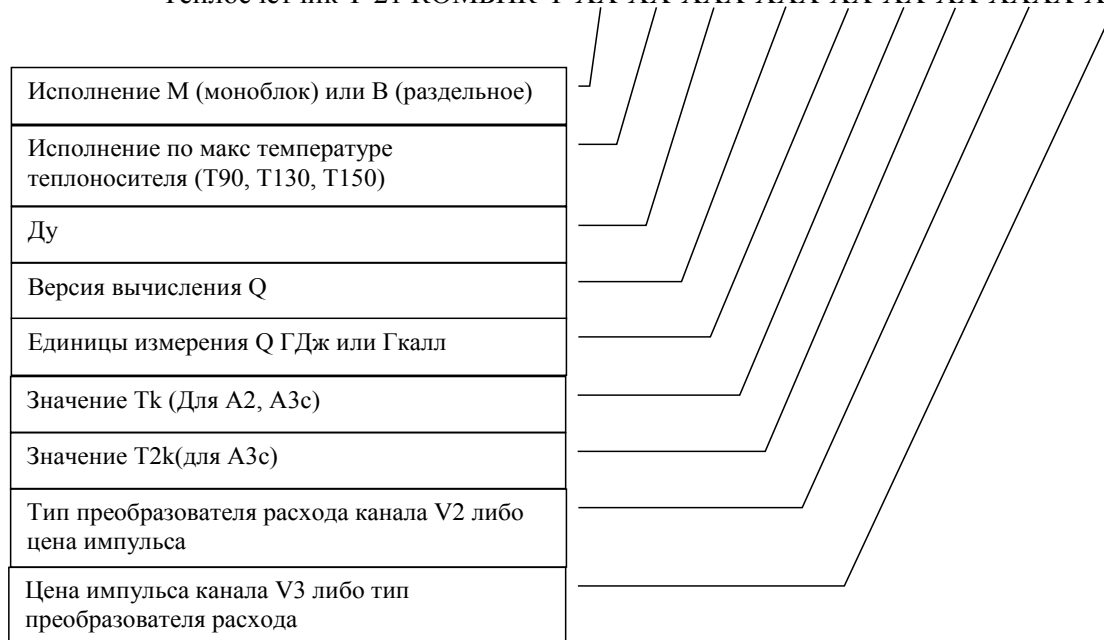

рис. 1.2
1.10 Для обозначения Т-21 КОМБИК-Т в технической документации и при заказе введено его условное обозначение в соответствии с рис. 1.2